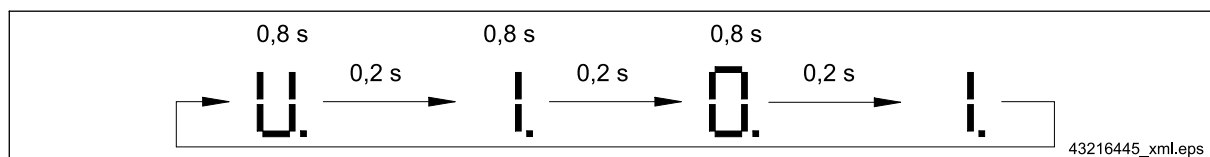

Abb. 7 Beispiel: Software-Version 1.01
- Software-Version  $\Rightarrow$  Abb. 7, Seite 28,